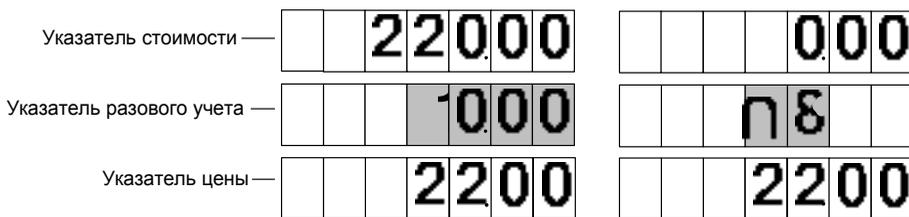

Рисунок 5
9.2 Для выдачи топлива необходимо задать дозу с системы управления. Когда устройство будет готово к отпуску топлива, в средней строке табло мигающими символами отобразится величина *заданной* дозы, а в случае отпуска "до полного бака" – символы "ПБ" (рисунок 5). Это дает клиенту удобный способ определить, когда можно начать заправку, а также убедиться, что задано именно то количество топлива, которое он заказывал. Для запуска налива необходимо снять раздаточный кран или подать команду "Пуск" с системы управления, после чего